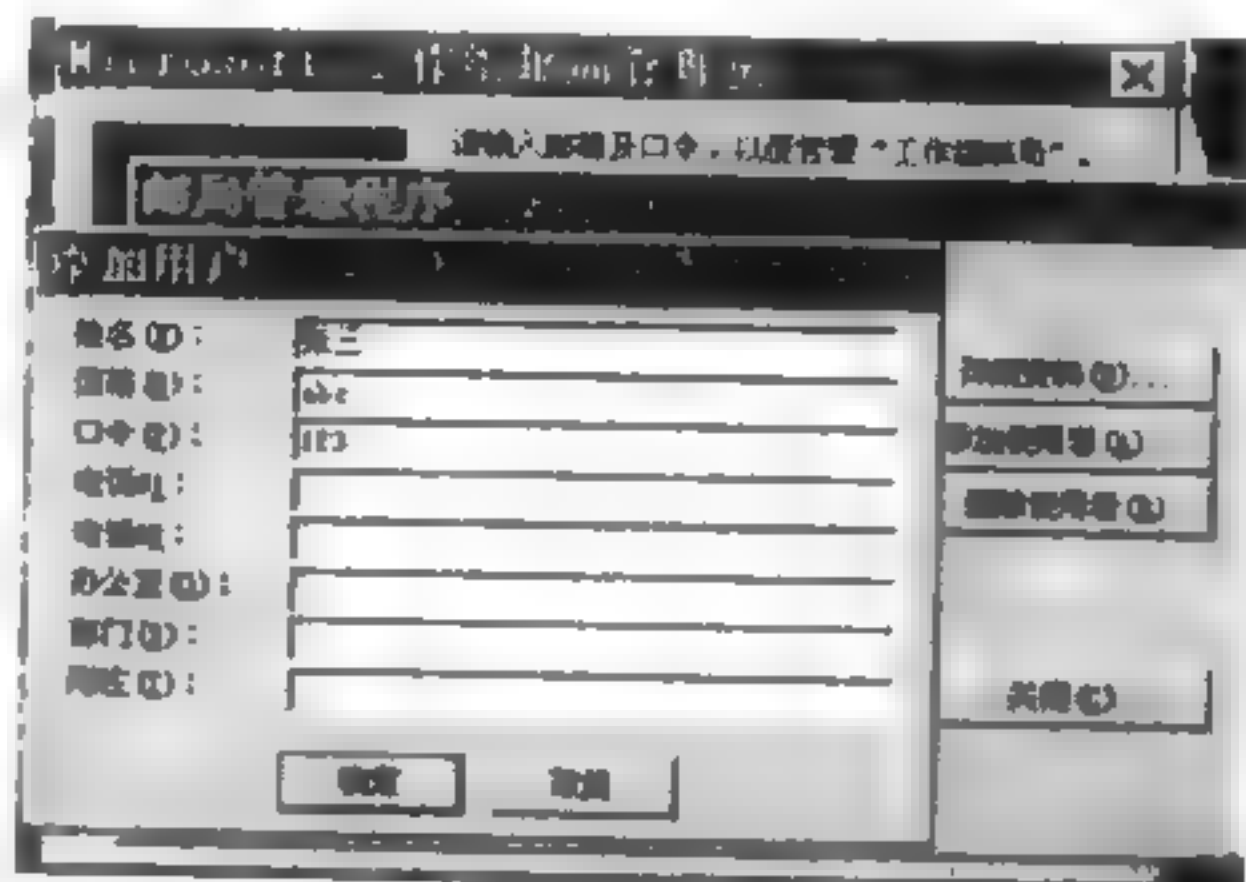

图8
② 客户端设置：在收件箱的 MS-Mail 的属性中，输入服务器的邮局路径，你的名字和密码，运行收件箱即可使用 MS-Mail 如图8。